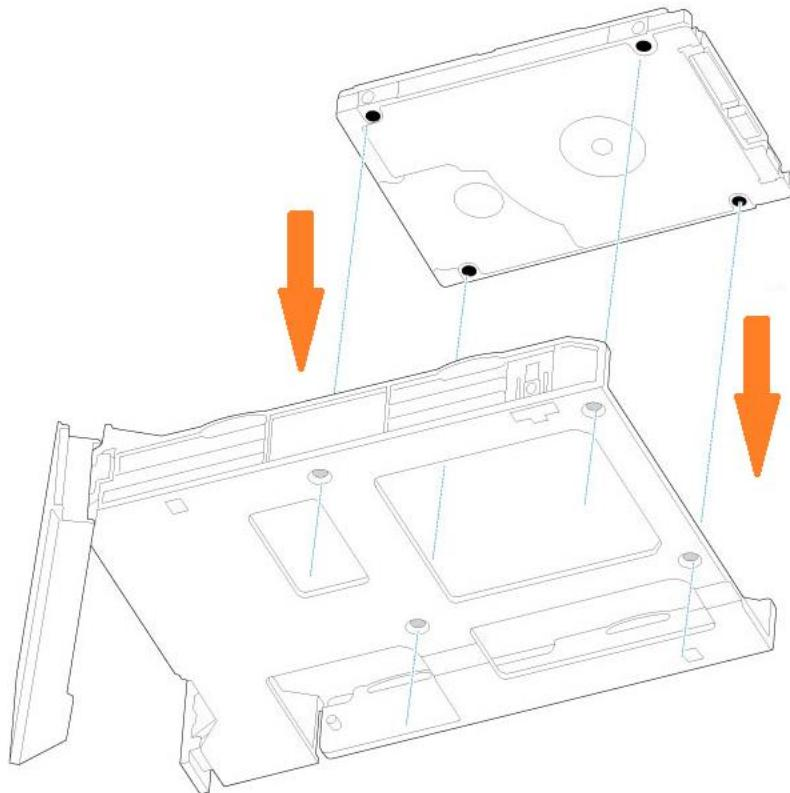

Рисунок 216 – Совмещение отверстия для винтов
16. Совместите отверстия для винтов на лотке жестких дисков с отверстиями для винтов внизу 2,5-дюймового жесткого диска или твердотельного накопителя (см. Рисунок 216).